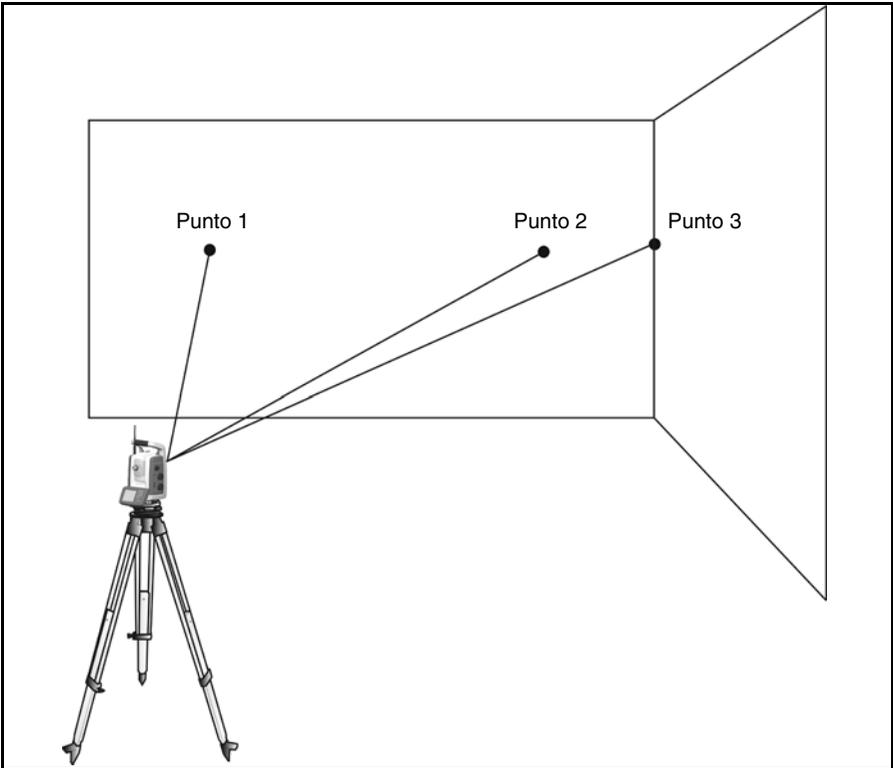

Figura 6.51 Medición de desplazamientos
2. Apunte el instrumento a la esquina para guardar los ángulos horizontal y vertical correctos. Véase la Figura 6.51.